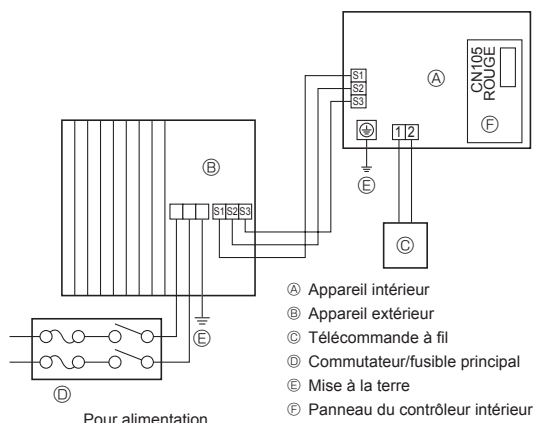

Fig. 6-2
6.1.1. Alimentation de l'appareil intérieur provenant de l'appareil extérieur (Fig. 6-2)